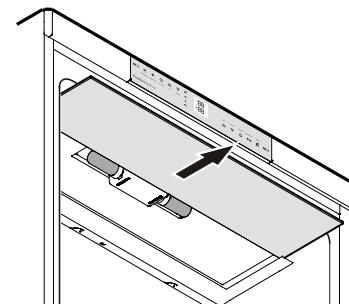

Figura 14
2. Retire la placa de vidrio - **Figura 14.**